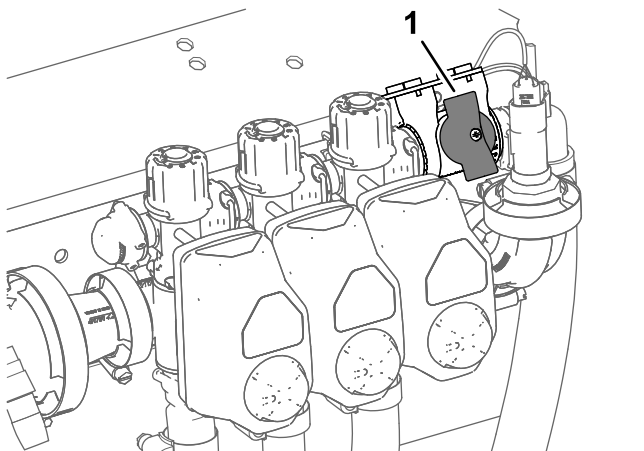

图 34
4. 对于以喷洒率模式操作的机器应确保喷洒臂段旁通切断阀旋钮处于已关闭位置 图 34。
5. 对于以喷洒率模式操作的机器应确保喷洒臂段旁通切断阀已关闭 图 34。